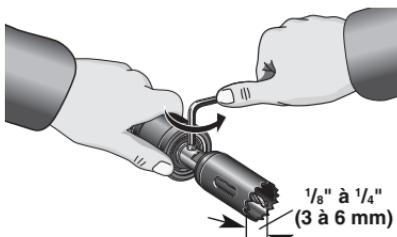

Figure 16 – Installation d'une mèche pilote
3. Engagez une nouvelle mèche pilote dans l'arbre avec son plat côté vis de blocage, et de manière à ce qu'elle saillisse de la scie à cloche d'environ  $\frac{1}{8}$ " à  $\frac{1}{4}$ " (3 à 6 mm) (Figure 16).